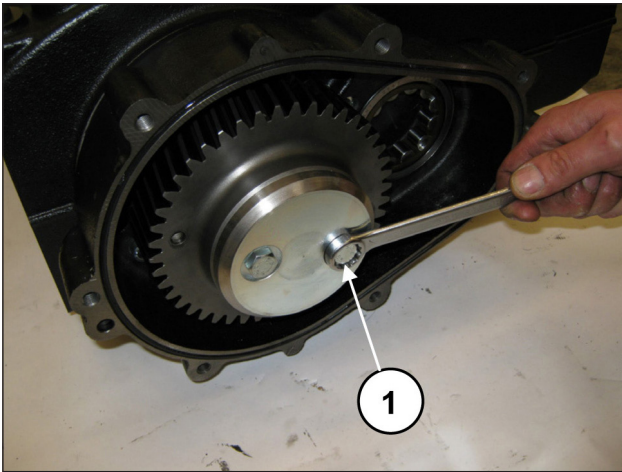
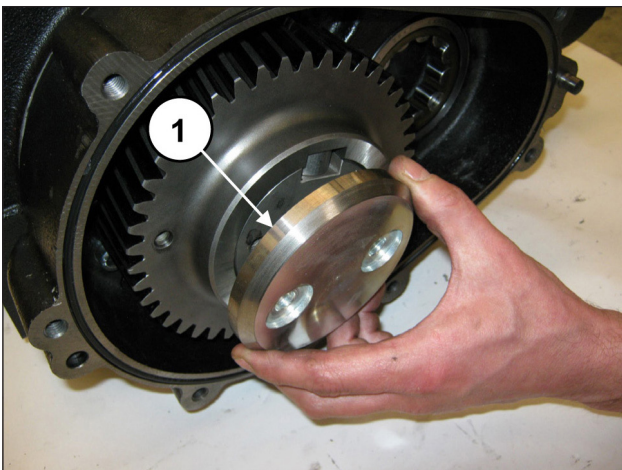

Abb. 12
Abb. 13
Lösen Sie die Befestigungsschrauben des Zahnkranzhalters (Pos. ①, Abb. 12) und entfernen Sie den Halter (Pos. ①, Abb. 13).